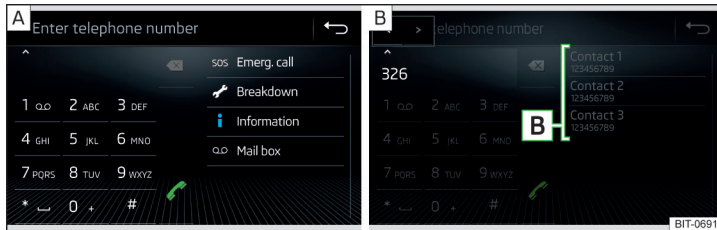
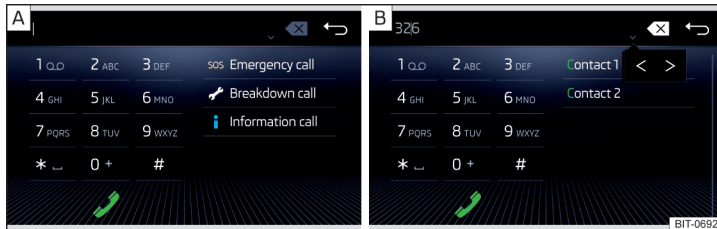

Abb. 196 Infotainment Columbus, Amundsen, Bolero: numerische Tastatur / Bearbeitung der Telefonnummer
Abb. 197 Infotainment Swing: numerische Tastatur / Bearbeitung der Telefonnummer
- › Die Telefonnummer mithilfe der numerischen Tastatur eingeben » Abb. 196 bzw. » Abb. 197 - A.
- Anzeige der Funktionsflächen / für die Bewegung des Cursors in der Eingabezeile » Abb. 196 bzw. » Abb. 197
Werden z. B. die Ziffern 32 eingegeben, dann werden neben der numerischen Tastatur im Bereich » Abb. 196 bzw. » Abb. 197 Kontakte mit der Buchstabenreihenfolge DA, FA, EB u. Ä. angezeigt.